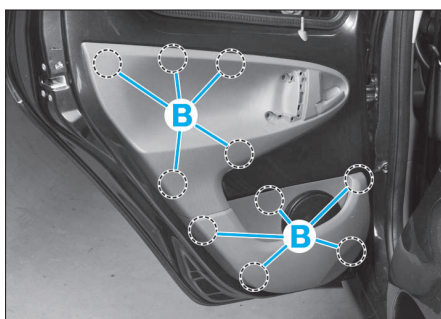

FIG. 85
- A l'aide d'une pince à dégrafer, dégrafer la garniture de porte aux endroits indiqués (B) (Fig.85).